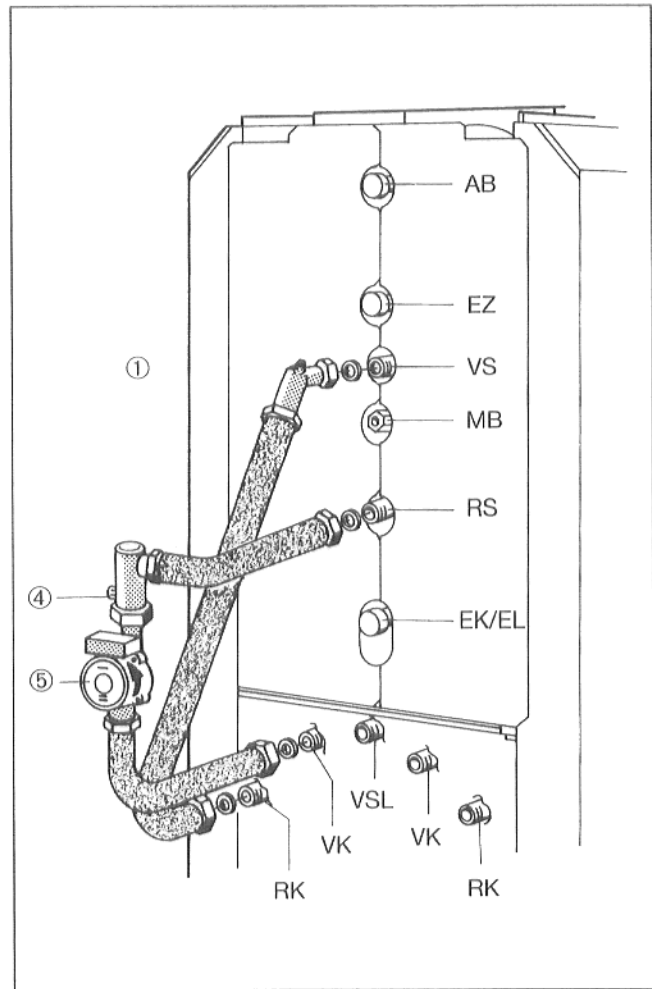

Abb. 23
- Vormontierte Kessel-Speicher-Verbindung für Vor- und Rücklauf nach Abb. 23 montieren.